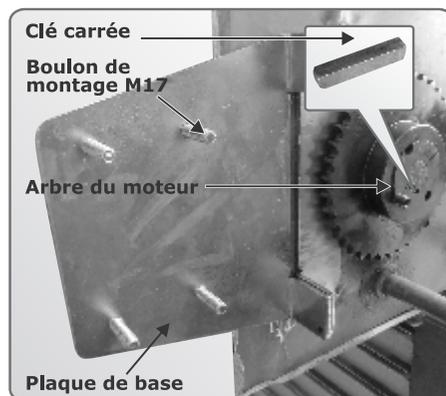

FIGURE 28
9. Montez le pignon fourni avec le kit **RSO** sur l'arbre du moteur de la porte et insérez la clé carrée (non fournie) dans la fente comme indiqué dans la figure 28.